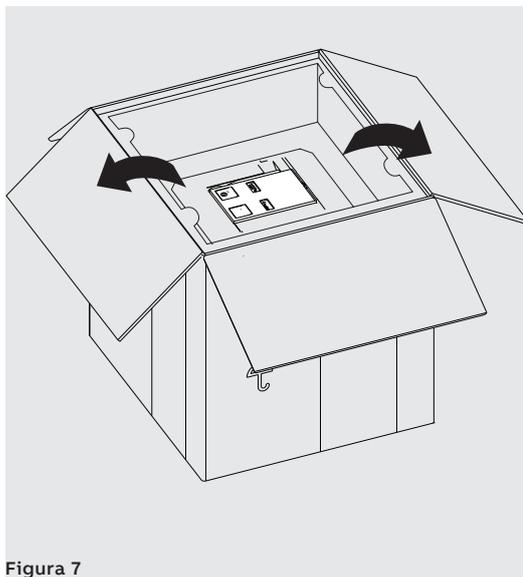
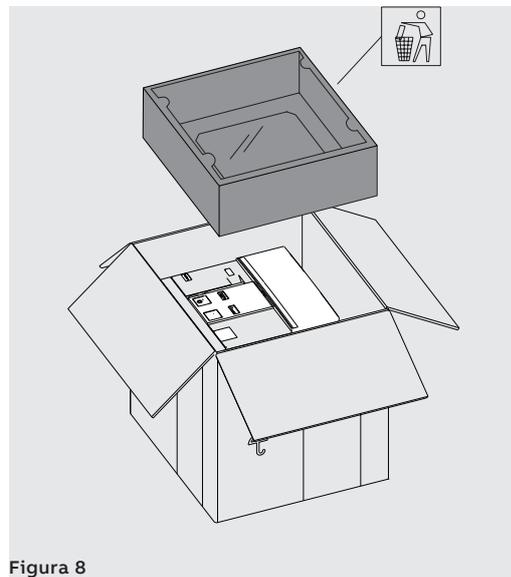

Figura 7
Figura 8
2. Abrir la parte superior de la caja de embalaje y quitar la protección de contención superior. Véase Figura 7 e Figura 8.